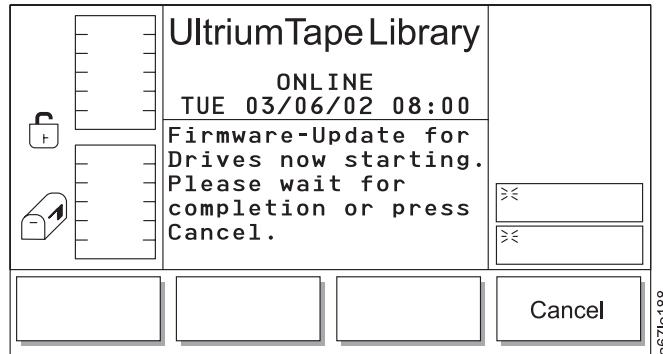

Abbildung 138. Dialog für Firmware-Aktualisierung
- Wird **OK** ausgewählt, erscheint der Dialog für Firmware-Aktualisierung (siehe Abb. 138 auf Seite 154).
Dialog für Firmware-Aktualisierung: Wird **OK** im Dialog für Firmware-Aktualisierung ausgewählt, beginnt der Firmware-Migrationsprozess (siehe Abb. 138).
Tabelle 87. Übersetzung von Abb. 138, Dialog für Firmware-Aktualisierung